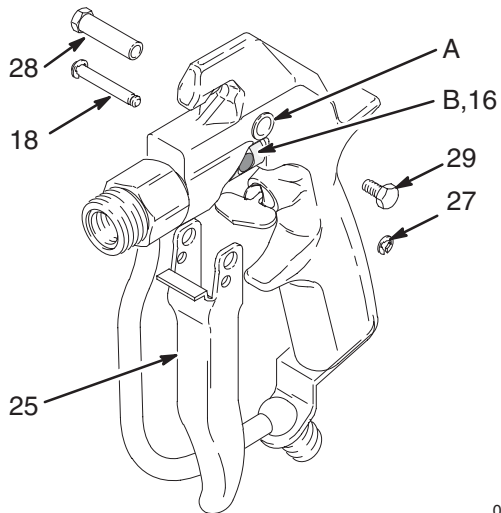

Fig. 20
8. Rikta in avtryckaren på pistolen (25). Trä in ledstiftet (28) i översta hålet (A) och fäst med skruven (29) på andra sidan. Montera en låsring (27) på ena änden av avtryckarstiftet (18). Trä stiftet genom de nedre avtryckarhålen och genom spåret (B) i fjäderstyrningen (16) (vrid fjäderstyrningen i läge). Montera den andra låsringen (27). Se Fig. 20.